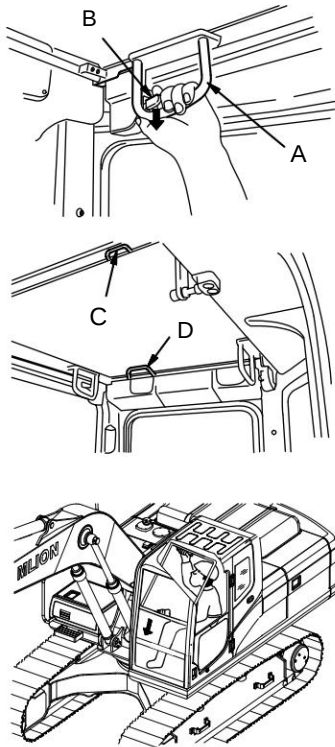

Figura 3-86
c) Segure a alça dos lados esquerdo e direito (A) para puxar a alça da trava (B) para afrouxar a trava, conforme Figura 3-86; d) Segure a alça inferior (C) da janela frontal com a mão esquerda e segure a alça superior (D) com a mão direita